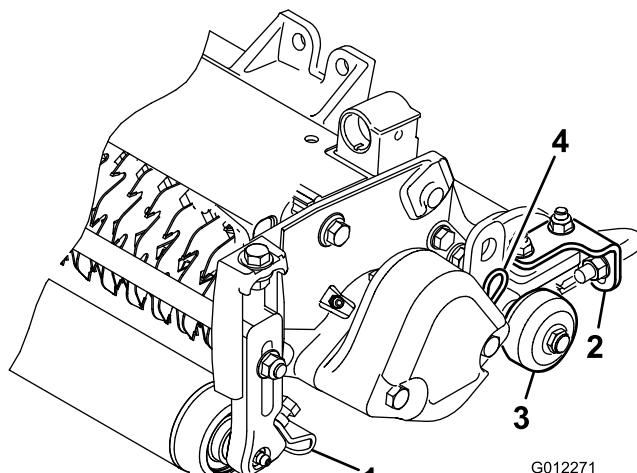

Рисунок 6
1. Ослабьте гайки с буртиками, которые крепят скребки роликов (Рисунок 6).
Перед тем, как опустить вертикуттер на пол в мастерской или извлечь его из тягового блока, опустите ведущие ролики (Рисунок 6), чтобы обеспечить отсутствие контакта ножей с твердой поверхностью.
Вертикуттеры можно установить в любую из трех позиций на тяговом блоке. На рис. 6 показано расположение приводного гидромотора для каждой из позиций. Для каждой из позиций, в соответствии с которой требуется установка двигателя в правой задней части вертикуттера, необходимо добавить противовес на левую сторону машины. Для каждой из позиций, в соответствии с которой требуется установка двигателя в левой части вертикуттера, необходимо добавить противовес на правую часть машины.